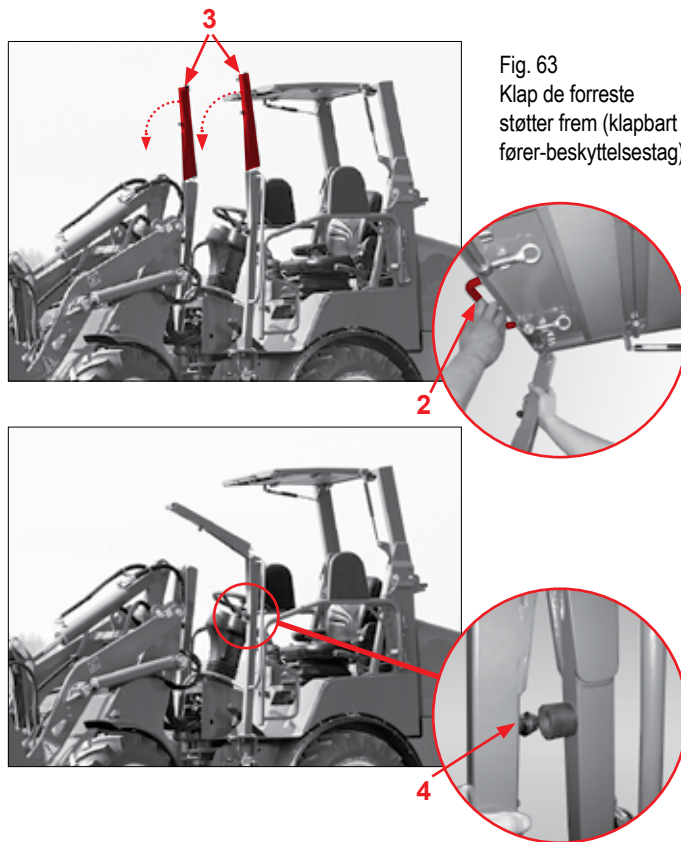

Fig. 63
1. Tag fat i den forreste tagdel på grebet pos. 2 (Fig. 63), og løft den lidt.
2. Klap de forreste støtter frem pos. 3 (Fig. 63).
3. Lad de forreste støtter gå i indgreb i holderne pos. 4 (Fig. 63) i sammenklappet stilling.